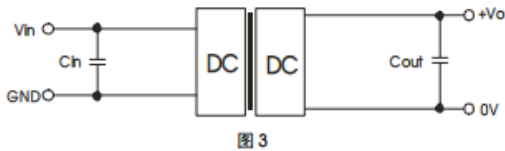

图 3
- 若要求进一步减少输入输出纹波，可在输入输出端连接一个电容滤波网络，应用电路如图 3 所示。